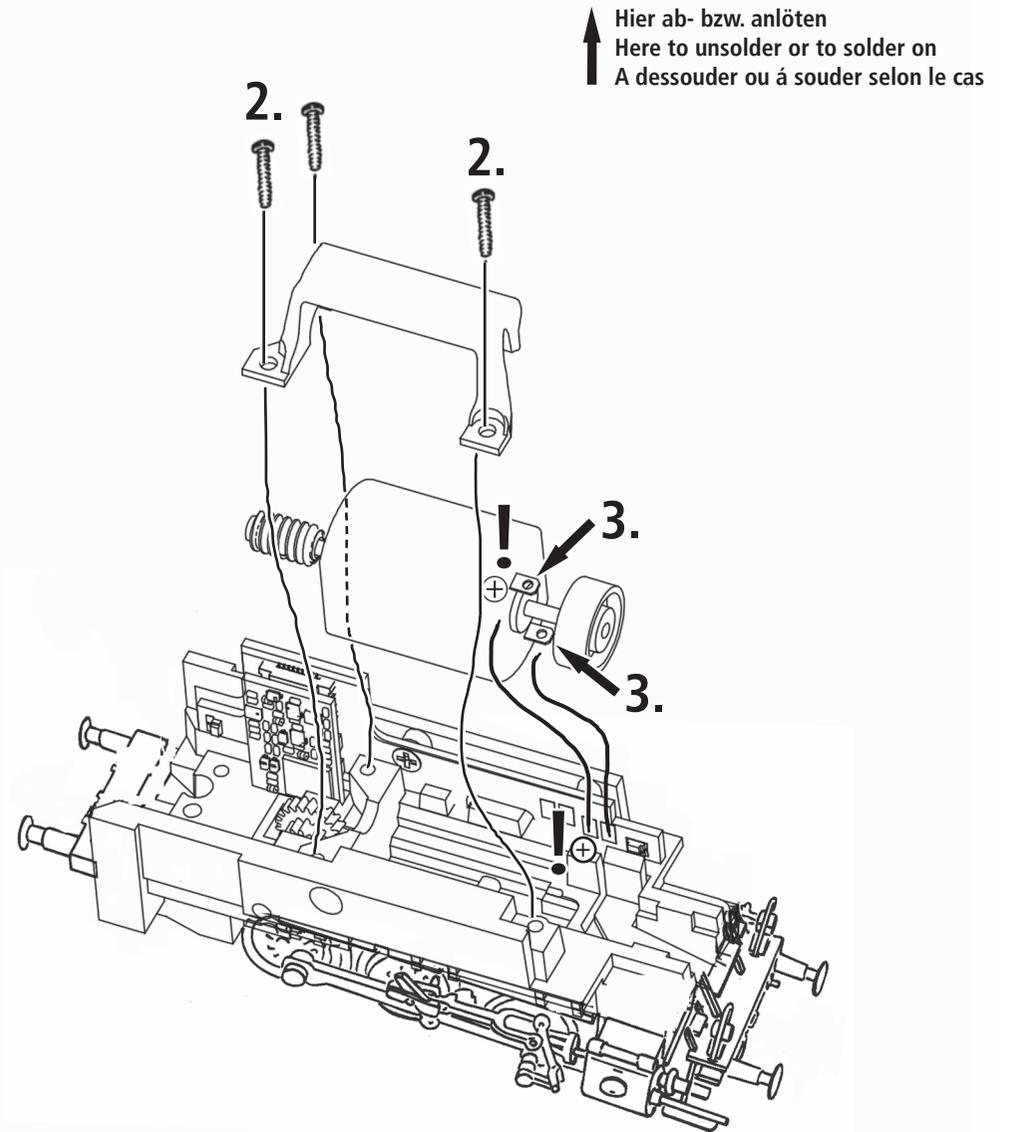

Fig. 1
**Auspacken des Modells:** Das Modell vorsichtig mit der Folie aus der Packung herausziehen (Fig. 1).
**Unwrap model:** Take the model carefully out of the packing with the help of the foil (fig. 1).
**Déballage du modèle:** Veuillez sortir la modèle de son emballage avec précaution et à l'aide du film transparent (voir fig. 1).